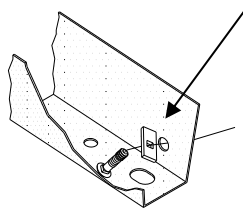

Figura 2
- Inserte con cable el perno (s) de carruaje y el bloque(s) de 1/4 x 1 x 2 a través del orificio(s) de acceso en el extremo del bastidor. Mantenga el perno(s) y el bloque(s) dentro del bastidor hasta que el enganche esté en su posición. Deje el cable(s) de halar en el perno(s) de carruaje temporalmente, ver Figura 2.
- En todos excepto en los modelos posteriores a 2009 instale tres (3) pernos M12 de formación de rosca y arandelas cónicas dentadas dentro de las tuercas de soldar existentes sin roscar en el lado del pasajero como se muestra. Los pernos formarán las roscas.